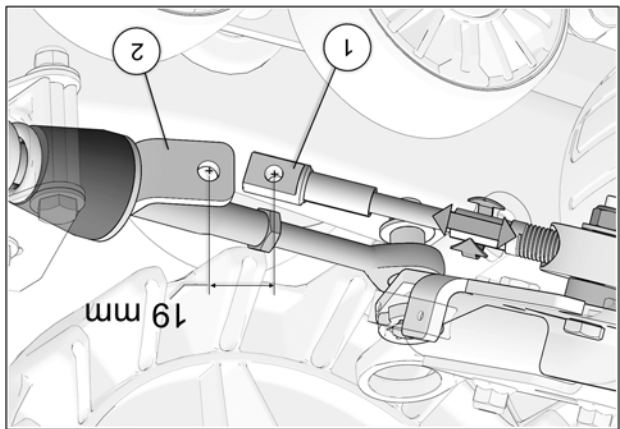

Fig. 20
14. Tourner le volant du véhicule au maximum de la course du côté gauche. En maintenant une pression au volant, ajuster le câble (en vissant ou dévissant pour ajuster la longueur). Voir la Fig. 20
15. Obtenir une distance de 19 mm [$\frac{3}{4}$ po.] du centre de l'extrémité du câble (1) au centre de l'extrémité du support de fixation (2). Voir la Fig. 20